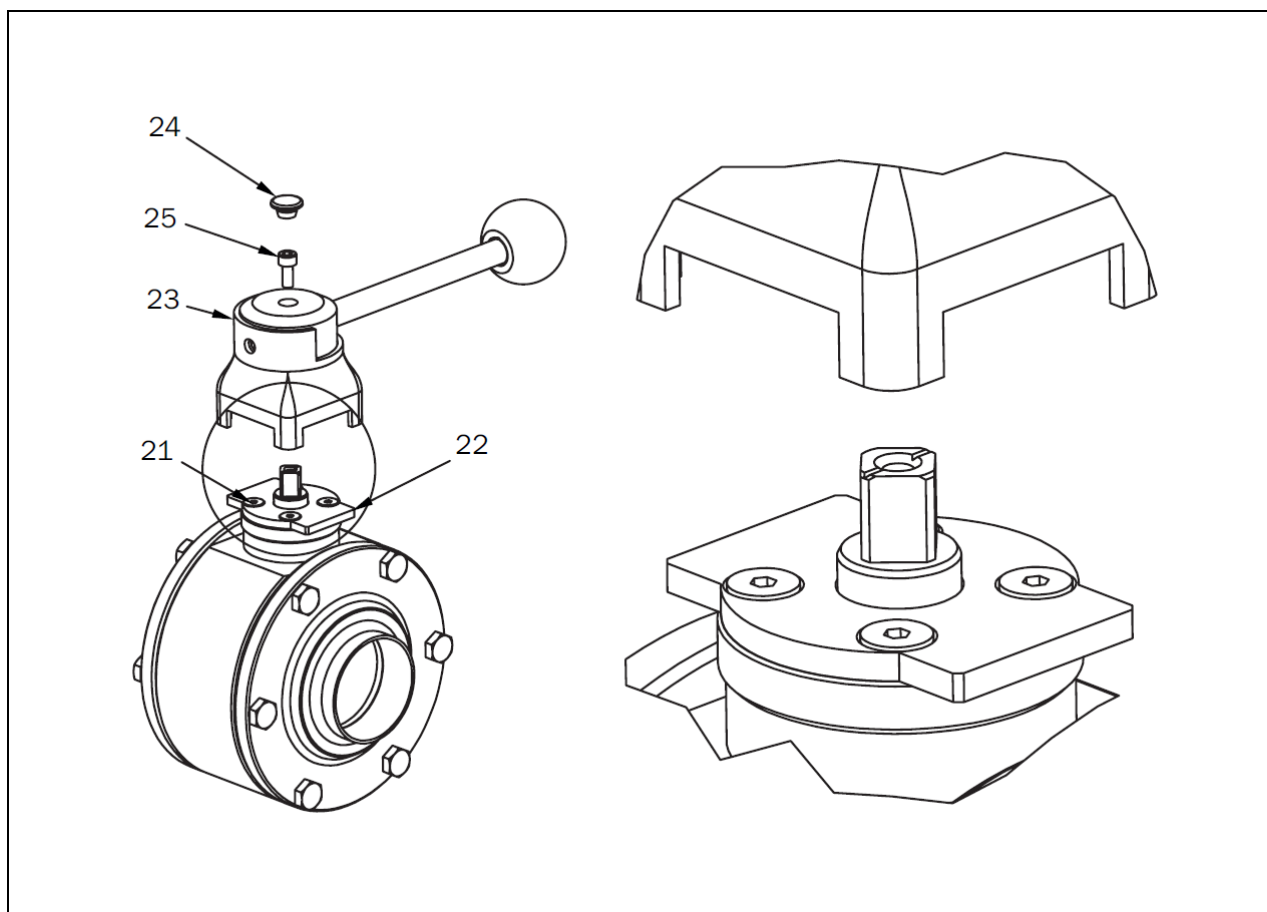

Abb. 6-2: Demontage/Montage des Handgriffs
- Entfernen Sie den Blindstopfen (Abb. 6-2, Pos. 24).
- Lösen Sie die Innensechskantschraube (Abb. 6-2, Pos. 25).
- Ziehen Sie den Handgriff in Achsrichtung ab (Abb. 6-2, Pos. 23).
- Lösen Sie die Schraubengruppe (Abb. 6-2, Pos. 21).
- Entfernen Sie das Arretierblech. (Abb. 6-2, Pos. 22).